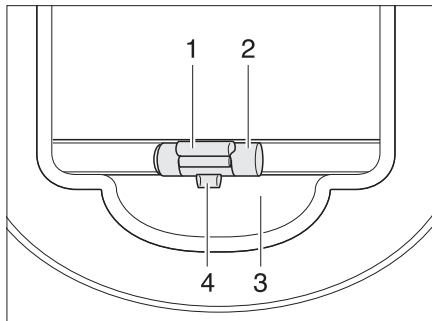

Fig. 27 Store occultant
Fermer: ■ Tirer le store occultant vers le bas par la poignée (Fig. 27,2) et le laisser se verrouiller.
- Ouvrir:* ■ Tirer légèrement le store occultant vers le bas par la poignée (Fig. 27,2) et pousser la barre de déverrouillage (Fig. 27,1) vers l'extérieur. Le verrouillage touches (Fig. 27,4) se détache du logement (Fig. 27,3).